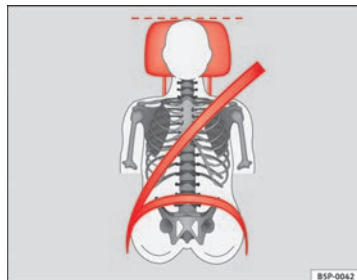
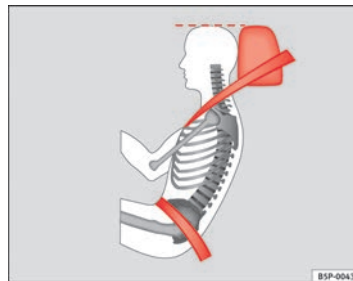

Fig. 69 Vista anteriore: poggiatesta e cinture di sicurezza posizionate correttamente
Fig. 70 Vista laterale: poggiatesta e cinture di sicurezza posizionate correttamente
- Regolare il poggiatesta portando il suo bordo superiore alla stessa altezza della parte superiore della testa, almeno all'altezza degli occhi → fig. 69 e → fig. 70.